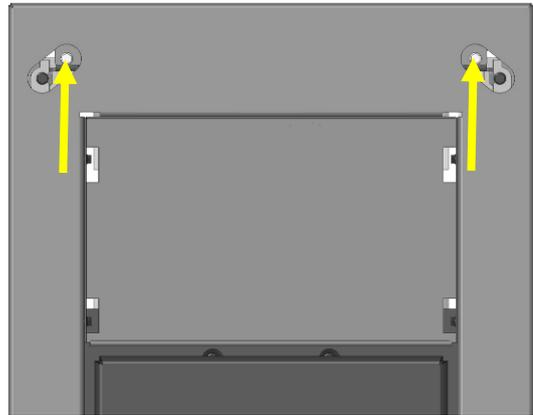

Fig. 18 : vis habillage frontal
3. Desserrez les vis de fixation de l'habillage (Fig. 18).